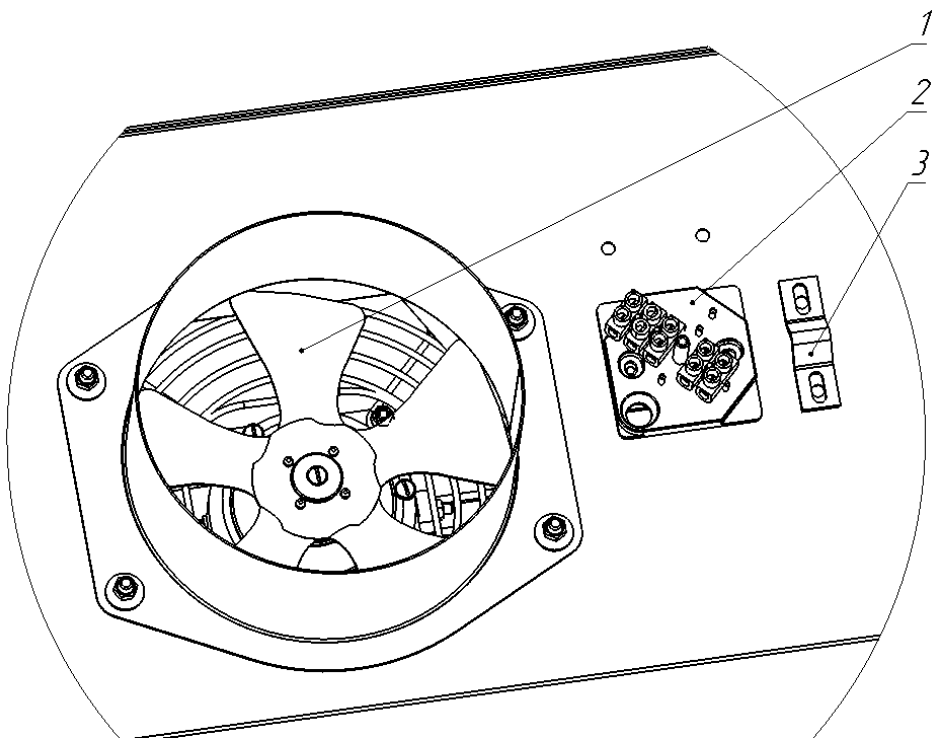
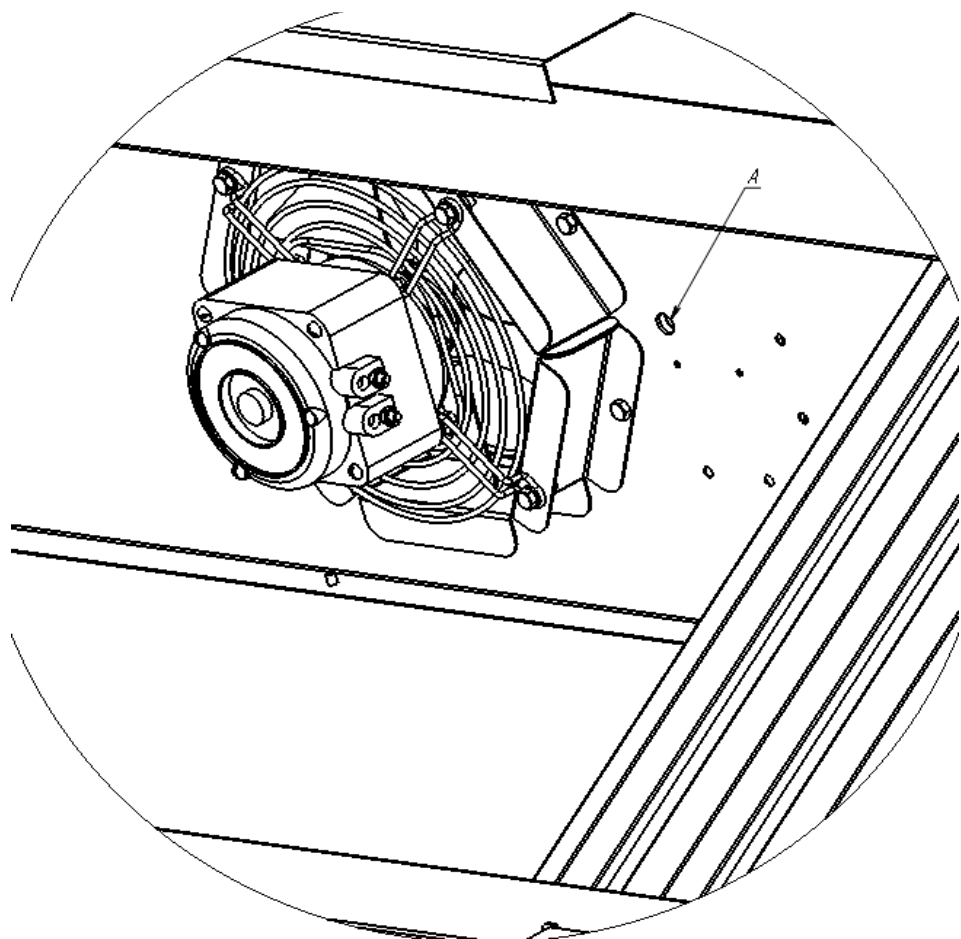
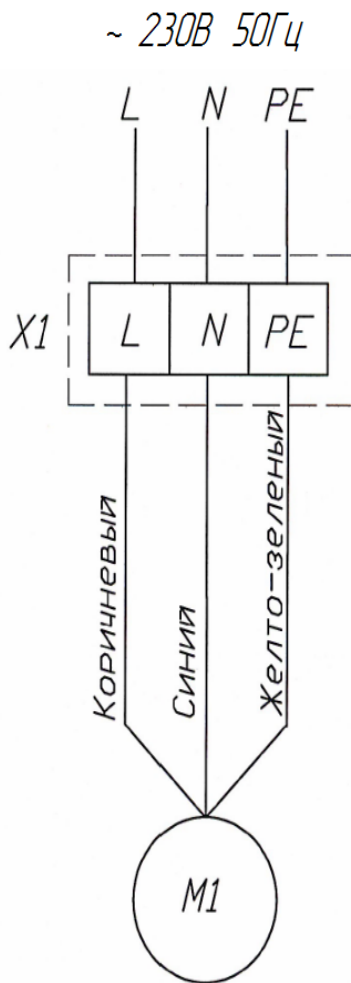

Рис. 1
Рис. 2
Рис. 3
3.2 Установить вентилятор 1 (рис.1) с внутренней стороны крыши зонта через крепежные отверстия одновременно с креплением выходного патрубка.
3.3 В коробке разветвительной 2 (рис.1), входящей в комплект, вырезать заглушку отверстия диаметром 14 мм под провод.
3.4 Установить коробку разветвительную 2 (рис.1) с внешней стороны крыши зонта таким образом, чтобы вырезанное отверстие диаметром 14 мм совпало с развальцованным отверстием А (рис.2) в крыше зонта.
3.5 Закрепить коробку разветвительную 2 (рис.1) через крепежные отверстия с помощью двух саморезов с внешней стороны крыши зонта.
3.6 Через отверстие в крышке зонта протянуть провод вентилятора в отверстие в коробке разветвительной 2 (рис.1) и подсоединить к клеммнику винтовому. Подключение проводов цепи питания вентилятора производить в соответствии со схемой (рис. 3).
3.7 Подсоединить силовой кабель к клеммнику винтовому коробки разветвительной 2 (рис.1). Для защиты от случайного отсоединения зафиксировать силовой кабель скобой 3 (рис.1), входящей в комплект, двумя винтами М5 по крепежным отверстиям на крыше зонта.
3.8 Крышку коробки разветвительной 2 (рис.1) и скобу 3 (рис.1) установить в зависимости от направления подвода силового кабеля.